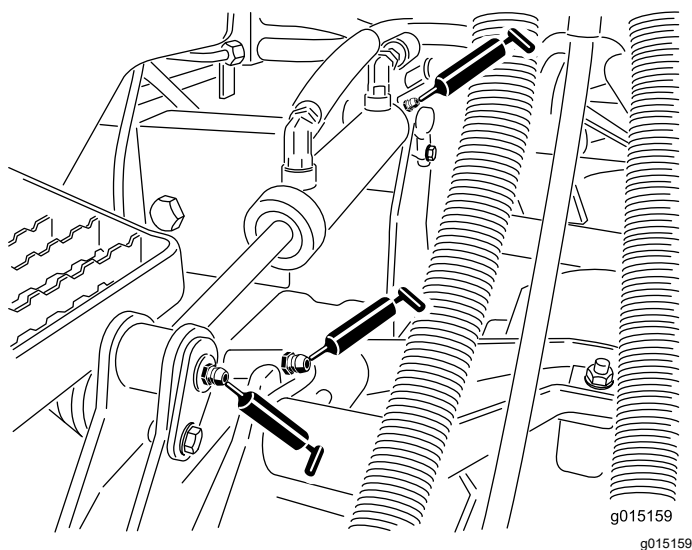

Figura 46
- Casquillos de los cilindros de elevación (2 por unidad de corte) (Figura 46)
- Casquillos de los brazos de elevación (1 por unidad de corte) (Figura 46)